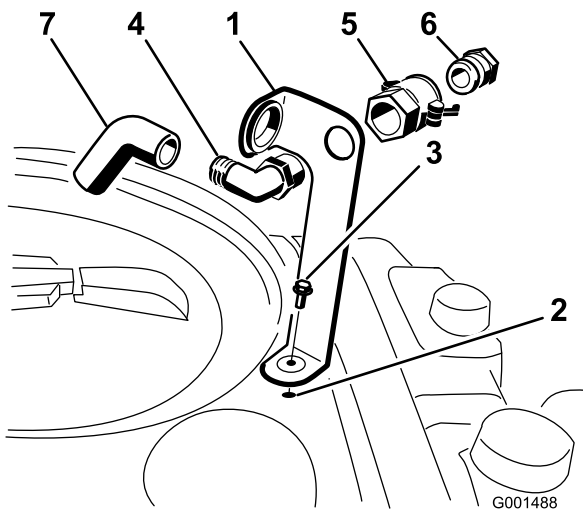

図 3
ド・ボルト (5/16 x 3/4 インチ) で固定する (図 3)。
2. 90度エルボのネジ切りしている側をブラケットに通し、クイック・カップラでブラケットに固定する (図 3)。
3. クイック・カップラにホース・アダプタを取り付ける (図 3)。
4. カップラについているレバーをアダプタ側に倒してロックし、ヘアピンコッターで固定する (図 3)。
5. 逆流防止ホースを、ブラケットの大きな開口部に通してから、90度エルボに取り付ける (図 3)。